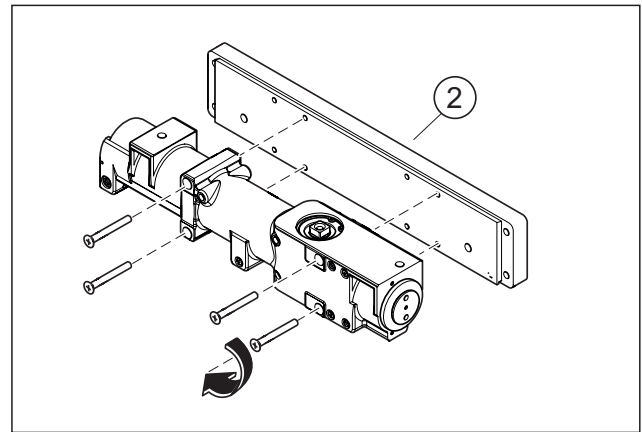

Abb. 7 Den Türschließer montieren
1. Den Türschließer auf die Trageplatte montieren (Abb. 7).